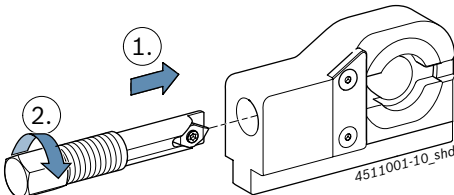

Fig. 11: Fissare la vite di serraggio
4. Spingere la vite di serraggio, come illustrato in Fig. 11, nell'utensile di smontaggio e avvitare nella filettatura.